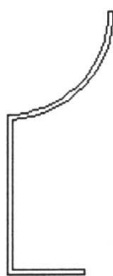

图 1-5
6. 修剪。单击“修改”工具栏上的 按钮或在命令行中输入 TR 命令,修剪上述图形,如图 1-5 所示。